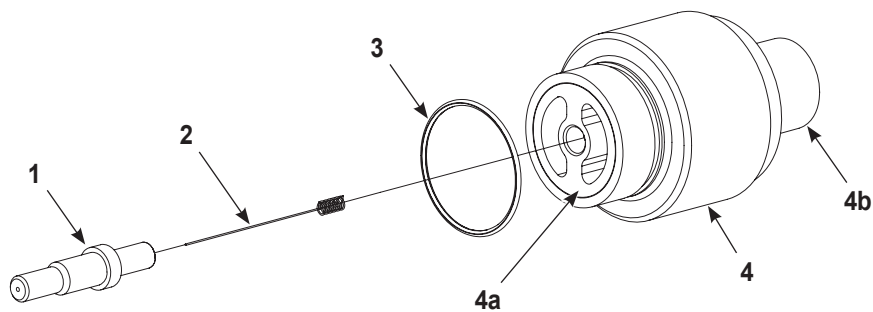

Abbildung 19 XD-Elektrodenhalterungsbaugruppe ersetzen
**Details zur Elektrodenhalterung:** siehe Abbildung 19
- Die Elektrodenhalterung besteht aus den Positionen (3) und (4).
- Die Elektrodenhalterungsbaugruppe (4) beinhaltet einen Widerstand. Wenn der Widerstand defekt ist, muss die gesamte Baugruppe ersetzt werden.
- Der Elektrodenhalter (1) und die Elektrode (2) werden separat verkauft. Für Konus- und Flachsprüh-/Winkelsprühdüsen sind unterschiedliche Elektrodenhalter erforderlich.
1. Den Elektrodenhalter (1) abschrauben und die Elektrode (2) abnehmen.